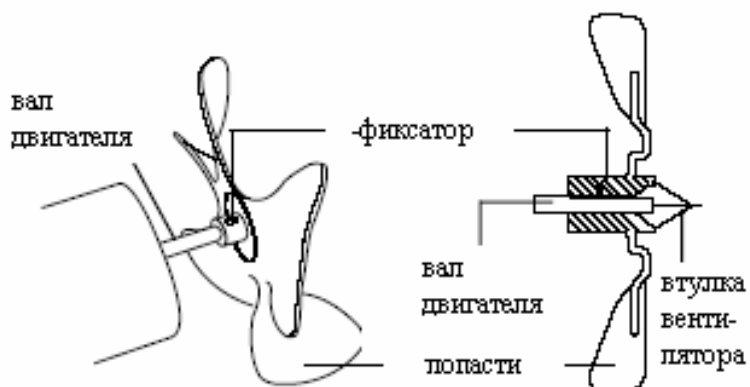

Рис. 17 Поперечный разрез вентилятора
2. Снимите вентилятор (см. рис. 17)
8. Установите вентилятор (см. рис. 17)
6. Наденьте вентилятор на вал двигателя так, чтобы его втулка была вровень с концом вала двигателя (см. рис. 17).